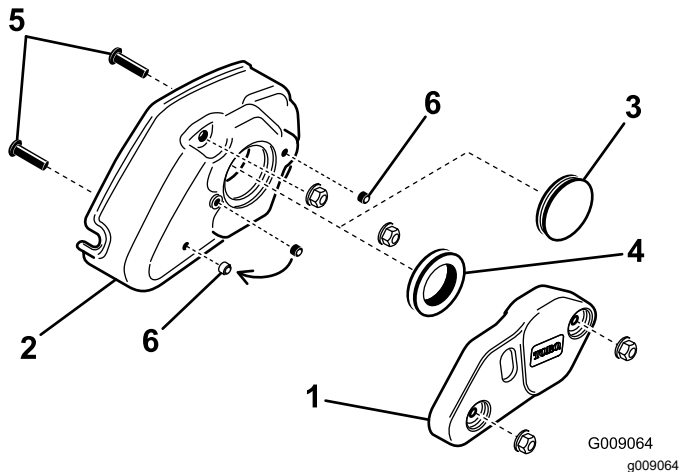

Bild 21
5. Nehmen Sie die Stellschraube aus dem mittleren Loch in der Groomerabdeckung (**Bild 21**).
2. Entfernen Sie die zwei Bundmuttern (5/16"), mit denen das Groomergewicht an der Groomerabdeckung befestigt ist, und nehmen Sie das Gewicht ab (**Bild 21**).
3. Entfernen Sie die massive Scheibe von der Abdeckung und ersetzen Sie diese durch einen Gummidichtring (**Bild 21**).
4. Entfernen Sie die zwei Schrauben (5/16 x 1-1/4"), die in die Abdeckung geschraubt sind (**Bild 21**).